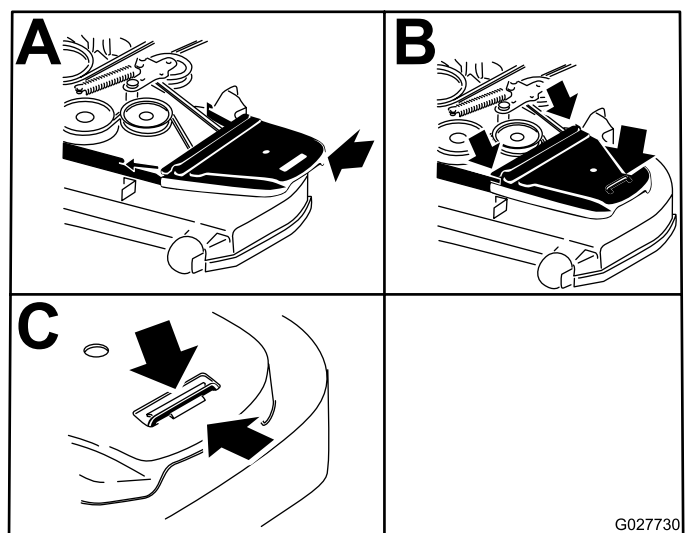

Figura 96
12. Instale las cubiertas de la correa (**Figura 96**).